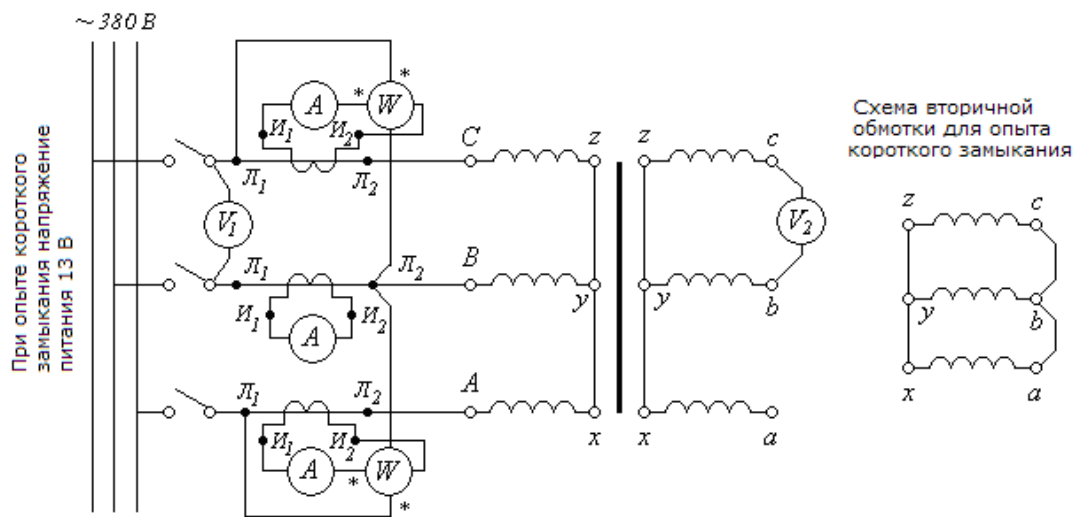

рис. 1
3. Для испытания трансформатора собирается электрическая цепь по схеме, приведенной на рис. 1.